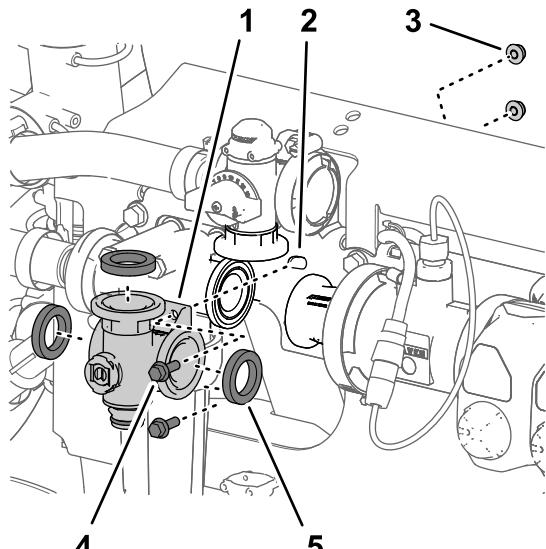
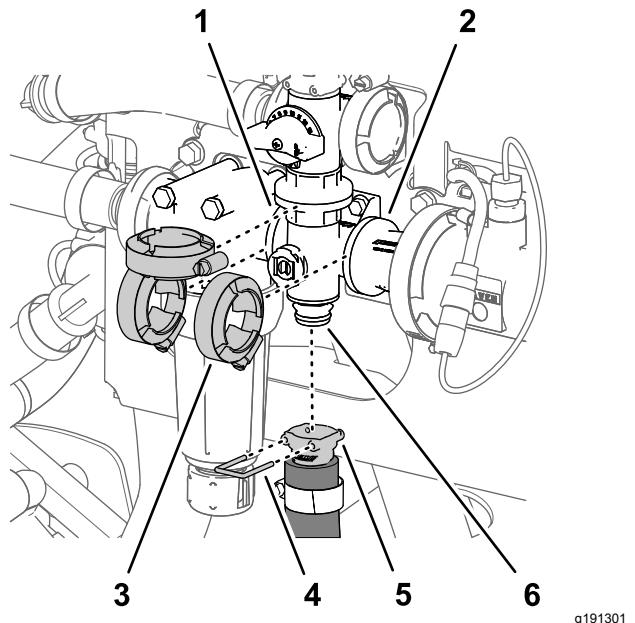

Figure 120
Figure 121
1. Alignez la bride du collecteur de la vanne d'agitation et les 3 joints sur les brides de la vanne de dérivation d'agitation, de la tête du filtre sous pression et de l'adaptateur d'accouplement (Figure 121 et Figure 120).
2. Fixez légèrement le collecteur de vanne d'agitation à la vanne de dérivation d'agitation, la tête du filtre sous pression et l'adaptateur d'accouplement (Figure 121) à l'aide des 3 colliers que vous avez retirés à la section Dépose de la valve du collecteur d'agitation \(page 85\).
5. Serrez les 3 colliers bride à la main (Figure 121).
6. Fixez le raccord rapide du flexible d'agitation au raccord rapide du collecteur de vanne d'agitation à l'aide de l'étrier de fixation (Figure 121).